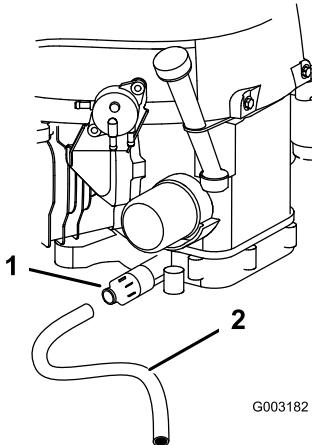

Figure 27
- Branchez le flexible de vidange au robinet de vidange (Figure 27). Placez un bac sous le flexible de vidange.
- Tournez le robinet de vidange d'huile pour permettre à l'huile de s'écouler (Figure 27).
- Enlevez le flexible de vidange (Figure 27).